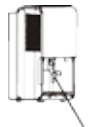

Fig. 7
- Dacă furtunul de la pompă cade atunci când scoateți sertarul cu apă (Fig. 7), reinstalați furtunul corect înainte de a pune sertarul la loc (Fig. 8).